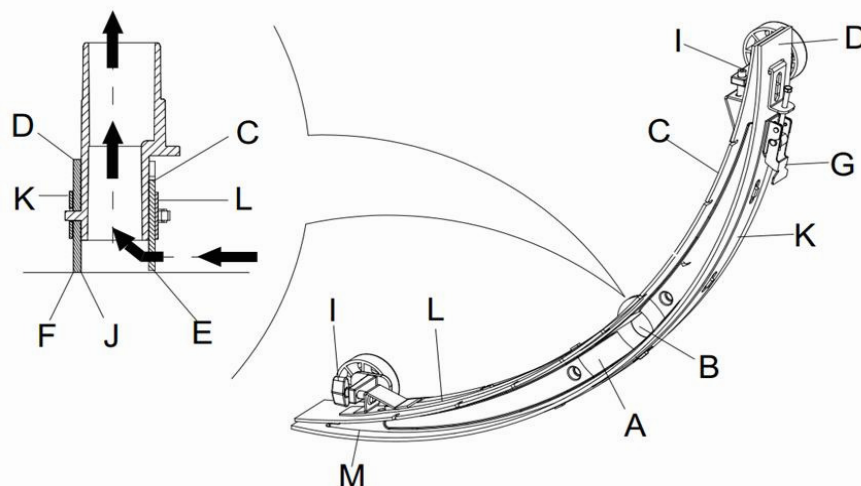

Figura 15
2. Apăsăți comutatorul (41) la poziția "O" și opriți mașina.
3. Deșurubați mânerul fix (16) al mopului, decuplați conectorul ce leagă tubul de aspirare de mop și scoateți mopul.
4. Cu ajutorul mânerului mopului (14) ridicați mopul pe cadrul suport.
5. Curățați mopul (**Figura 15**). Curățați în mod special canelura (**A, Figura 15**) și murdăria și așchiile din tubul de aspirare. Verificați dacă partea din față a tălpii mopului (C) și partea din spate (D) sunt fisurate și dacă marginile sunt crăpate. Schimbați-le dacă este necesar (vedeți pașii din următoarea secțiune).
1. Aplicați operațiunile de curățare a mopului descrise în secțiunea anterioară (**Figura 15**)
2. Verificați marginea (**E, Figura 15**) tălpii din față a mopului (F) și marginea tălpii din spate (D). Pe toată lungimea, acestea trebuie să fie la același nivel. În caz contrar, ajustați-le înălțimea aplicând următoarea procedură.
- Desfaceți clema (G) pentru a separa talpa mopului (D) de cadrul (M) pentru ajustarea poziției mopului. După reglare, fixați clema din nou.
- Deșurubați șurubul de pe mânerul (I) pentru a ajusta talpa din față a mopului (C); după ajustare strângeți șurubul de pe mâner.
3. Verificați dacă talpa din față a mopului (C) și talpa din spate (D) este intactă și dacă sunt fisuri sau marginile sunt crăpate. Dacă e necesar, verificați-le în felul următor. Verificați marginea din față a tălpii din spate a mopului (J) pentru a vedea dacă e uzată. În caz de uzură, se poate instala cu partea de jos în sus (marginea de sus trebuie să fie intactă). Dacă și marginea de sus este uzată, schimbați-o conform procedurii de mai jos:
- Desfaceți clema (G) ca să separați talpa de cadrul (M), scoateți clema de prindere (K), și apoi schimbați sau inversați talpa din spate a mopului (D) cu susul în jos. Reinstalați talpa mopului efectuând operațiunile în ordine inversă.
- Deșurubați șurubul de pe mâner (I) și scoateți clema de prindere (L), apoi schimbați mopul din față (C).